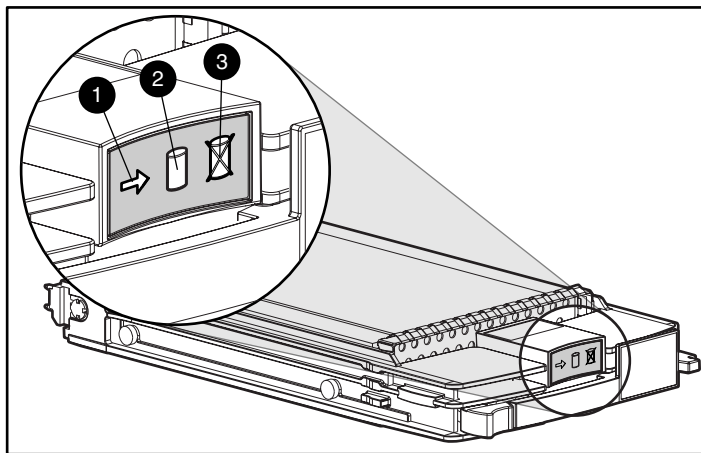

Figura 3. Indicatori di stato del disco
- Controllare gli indicatori di stato del disco. Vedere la Figura 3. Indicatori di stato del disco. Se si è verificato un guasto del disco rigido, l'indicatore di guasto deve essere attivato.
- Controllare gli indicatori di stato del disco. Vedere la Figura 3. Indicatori di stato del disco.
- L'indicatore di attività (1) deve essere acceso o lampeggiante.
- L'indicatore dello stato in linea (2) deve essere acceso o lampeggiante.
- L'indicatore di guasto (3) deve essere spento.